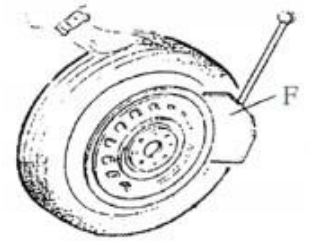

Figure 5
1. Évacuez complètement l'air du pneu, placez le pneu contre le tampon en caoutchouc (S).
2. Amenez la pelle contre le talon, à environ 10 mm du bord de la jante, comme indiqué en figure 5.
3. Enfoncez la pédale du décolle-talon (U) pour pousser la pelle dans le pneu.